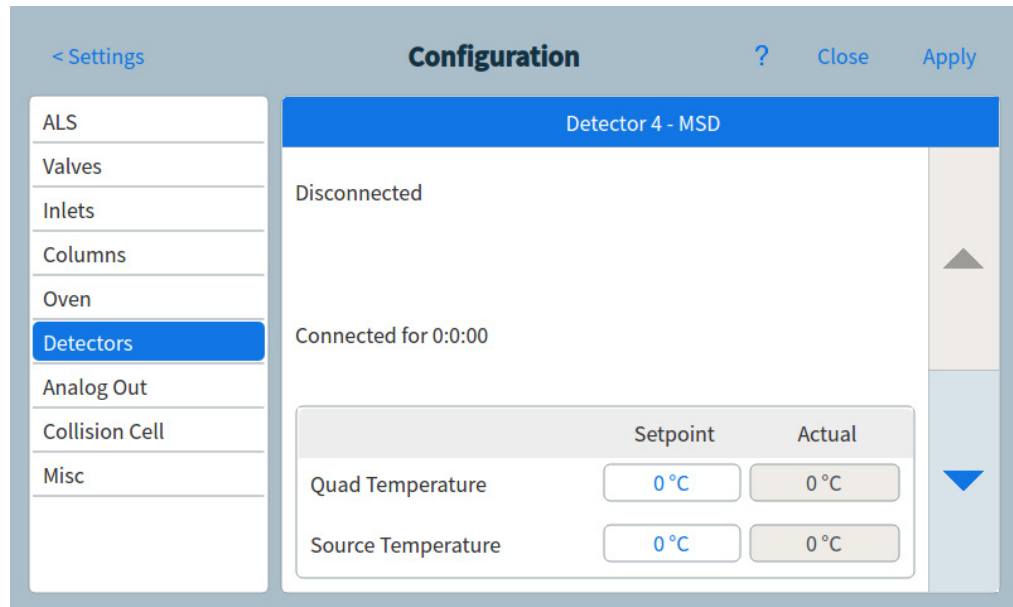

Abbildung 71. Seite „Detector MSD settings“ (Detektor-MDS-Einstellungen)
- 1 Drücken Sie **Settings (Einstellungen)** > **Configuration (Konfiguration)** > **Detectors (Detektoren)**. Siehe „Abbildung 71“.